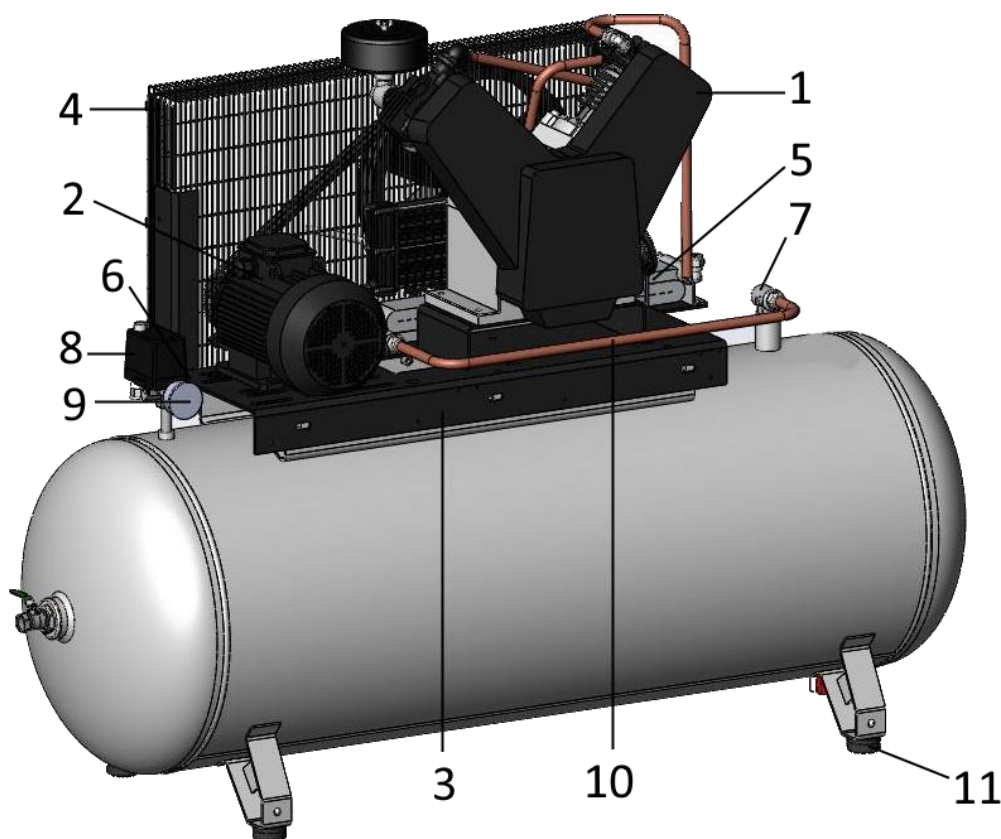

Рисунок 3 Установка компрессорная СБ4-500.F55/8, СБ4-500.F55, СБ4-500.F55/14
6.3.3 На отводящем трубопроводе необходимо установить трехходовой кран или другое устройство, обеспечивающее сброс давления воздуха из коллектора 12 (см. рисунок 3), при остановке и отключении компрессора от воздушной сети.
Компрессор (рисунок 3) состоит из следующих основных сборочных единиц и деталей: блока компрессорного 1, электродвигателя 2, платформы 3, защитного ограждения 4, охладителя 5, предохранительного клапана 6, обратного клапана 7, прессостата 8, манометра 9, воздухопровода 10, виброопор 11, шкафа с электроаппаратурой (для моделей СБ4-500.F55 S/D, СБ4-500.F55 S/D).